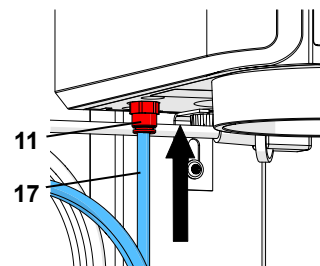

Bild 5-a
**I tidigare apparater är ingångsfiltret (12) placerat utanför apparaten (bild 5-b). Tryck i så fall tryckluftsslagen (17) in i ingångsfiltret (12). Ett litet motstånd måste övervinnas märkbart.